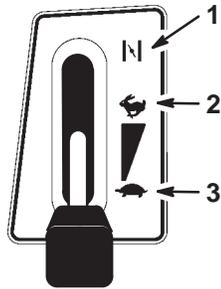

Abbildung 9
5. Den Gashebel auf "CHOKE" stellen (Abb. 9).
7. Nachdem der Motor angesprungen ist, den Gashebel langsam auf Position "FAST" schieben (Abb. 9). Wenn der Motor aussetzt oder unregelmäßig läuft, den Gashebel für ein paar Sekunden wieder zurück auf Position "CHOKE" stellen. Dann den Gashebel auf "FAST" stellen. Diesen Vorgang nach Bedarf wiederholen.
1. Den Gashebel auf Position "FAST" stellen (Abb. 9).